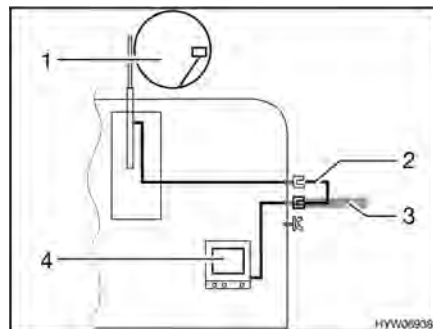

Fig. 108 TV dans le véhicule
- TV dans le véhicule (Fig. 108,4) : Raccord à l'antenne sur le toit (Fig. 108,1) avec câble d'alimentation (Fig. 108,2)
- TV dans le véhicule (Fig. 108,4) : Raccord à l'antenne extérieure (Fig. 108,3)